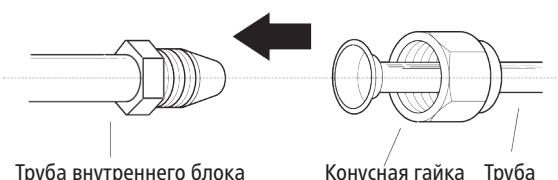

Рис. 5.7
- Совместите центры двух соединяемых труб. См. **рис. 5.7**.